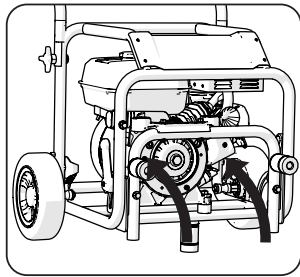

Fig. 17
- Pliegue el bastidor y empujelo hacia dentro y hacia arriba a su posición de almacenamiento. **(Fig. 17)**